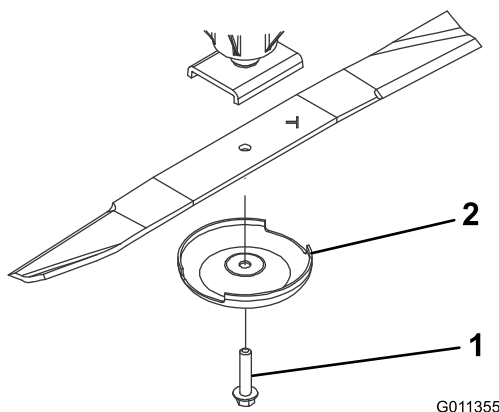

Figure 14
2. Tenez la lame à son extrémité avec un chiffon ou un gant épais. Enlevez le boulon, la coupelle de protection et la lame de l'axe de pivot (Figure 14).
3. Montez la lame, la partie relevée vers le plateau de coupe, et fixez-la avec la coupelle de protection et le boulon (Figure 14). Serrez le boulon de la lame à un couple de 115 à 149 Nm.